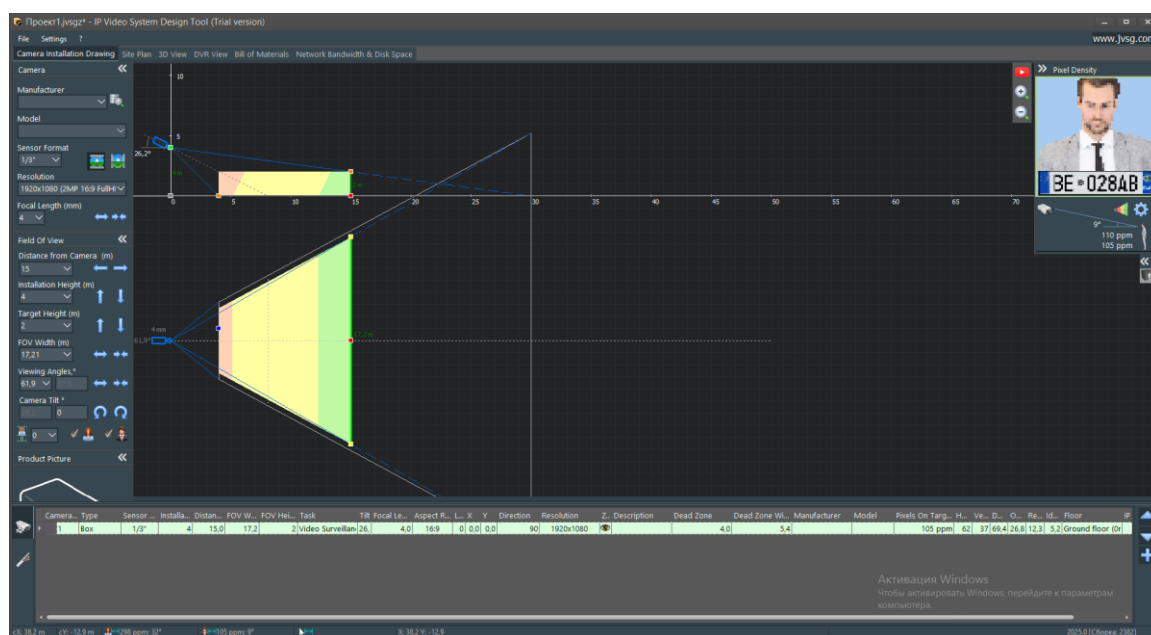

Рисунок 2.1 – Вкладка Camera installation drawing
1. Опрацювати за теоретичним матеріалом вкладку «Креслення встановлення камери» (рис. 2.1);